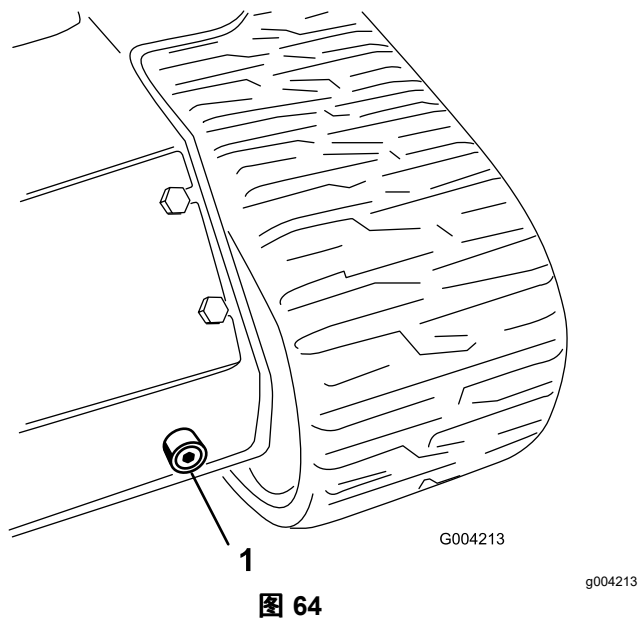

图 64
6. 在机器前部的排油塞下面放置一个容量为 57L 的大放油盆图 64。
7. 取出排油塞让油排到放油盘里图 64。